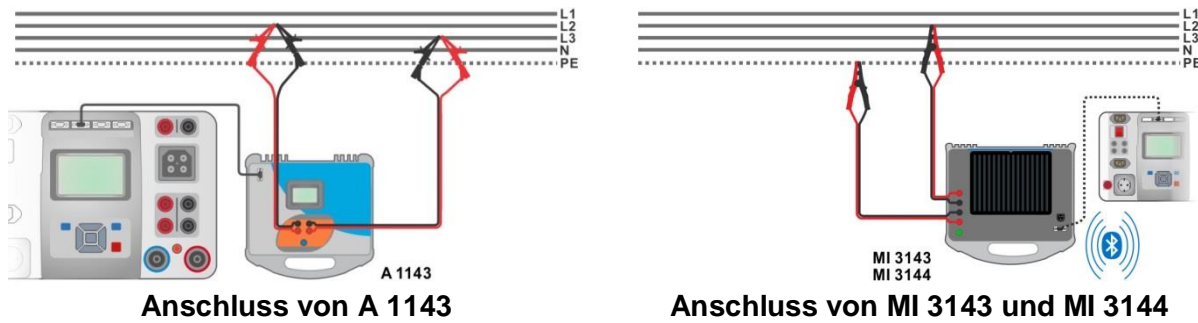

Abbildung 6.69: Hochpräzise Schleifenimpedanzmessung
- › Verbinden Sie die Prüfleitungen mit dem zu testenden Gerät, siehe **Abbildung 6.69** und **Abbildung 6.70**.